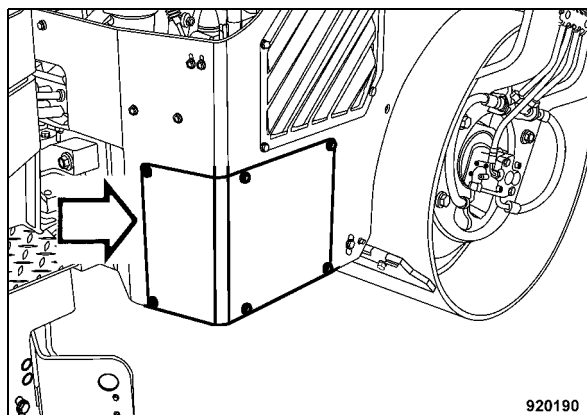

Fig. 113
- Desmontar la cubierta del compartimiento de baterías (Fig. 113).